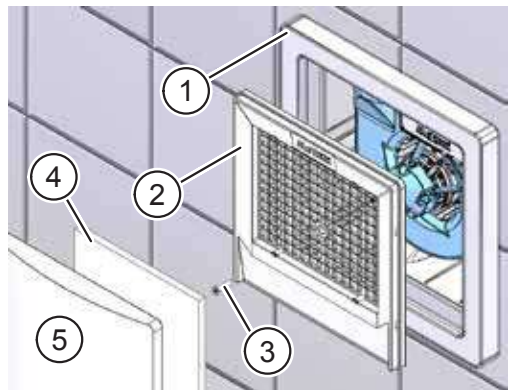

Abb. 26: Blendrahmen aufsetzen
- ▶ Setzen Sie den Blendrahmen (Pos. 1 in Abb. 26) auf.
- ▶ Setzen Sie den Filterträger (Pos. 2 in Abb. 26) auf den Blendrahmen auf.
- ▶ Befestigen Sie den Filterträger mit einer Senkkopfschraube M6 x 35 bzw. M6 x 50 (Pos. 3 in Abb. 26).
- ▶ Setzen Sie den Luftfilter (Pos. 4 in Abb. 26) und den Ansaugdeckel (Pos. 5 in Abb. 26) auf das Gerät auf.